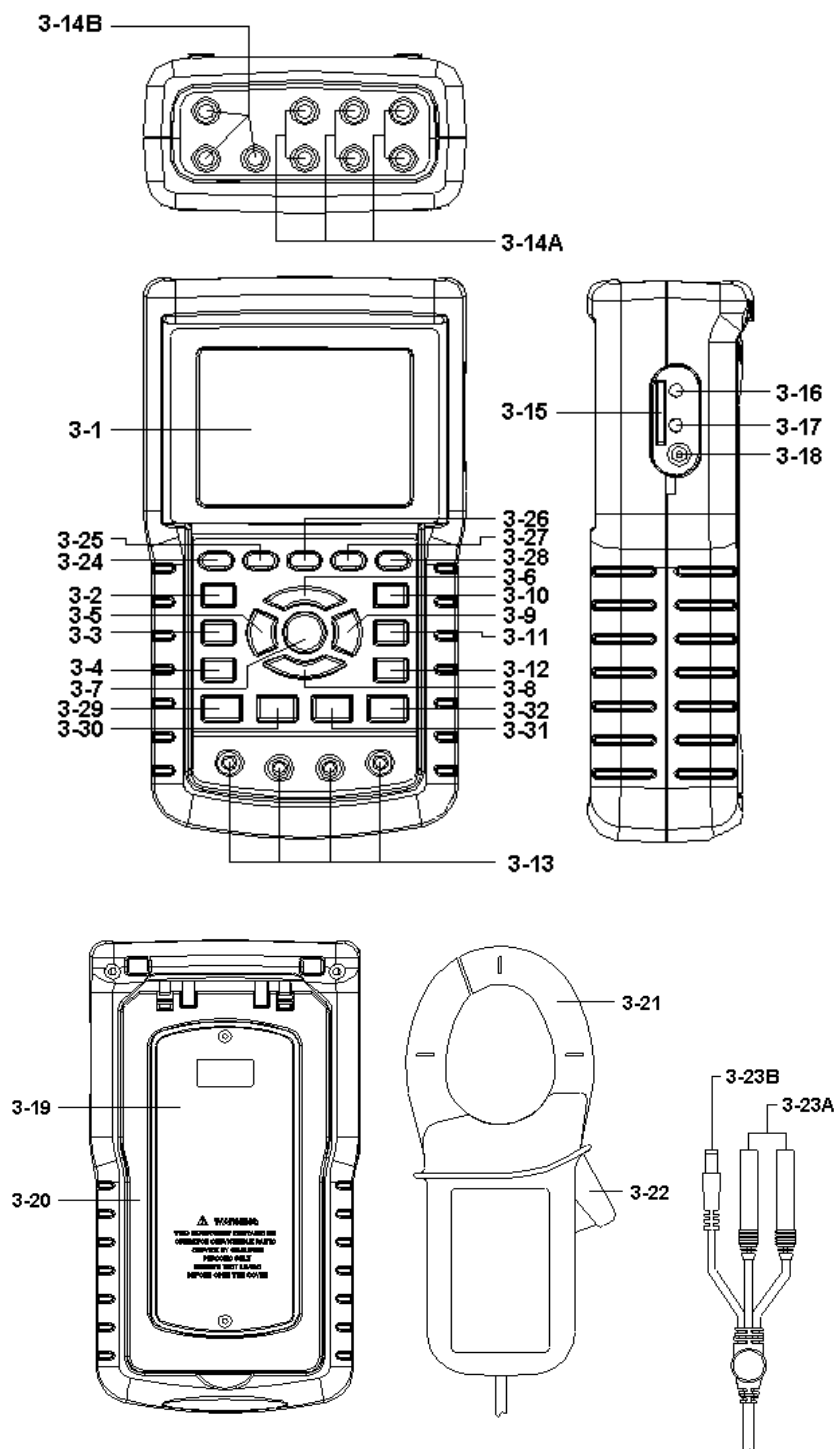

Fig. 1
- 1) POWER KEY ( 3-7, Fig. 1 ) :
- 2) 1Φ 3Φ ( phase/wire ) KEY ( 3-2, Fig. 1 ) :
- 3) A ( current ) RANGE KEY ( 3-10, Fig. 1 ) :
- 4) REC KEY ( 3-9, Fig. 1 ) :
- 5) HOLD KEY ( 3-5, Fig. 1 ) :
- 6) BACKLIGHT KEY ( 3-6, Fig. 1 ) :
- 7) SETUP KEY ( 3-12, Fig. 1 ) :